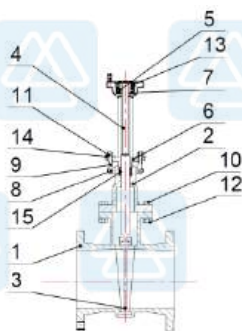

Рис. 1 Задвижка клиновая под электропривод (редуктор)
- 3.1. Задвижки состоят из основных частей, указанных на рис. 1.
- 8.5. Полную разборку задвижки (см. рис. 1 или 2) производить в следующем порядке: